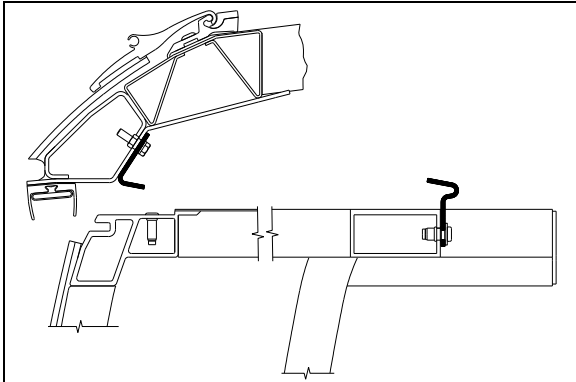

FIGURE 37: VUE DE COUPE DE LA RALLONGE COULISSANTE RÉTRACTÉE DE 2"
Ne pas trop rétracter la rallonge coulissante. Rétracter juste au-delà du joint racler. (Figure 37)
devienne accessible depuis l'extérieur (Figure 37).
5. Après avoir terminé, suivre la procédure de contournement manuel pour sortir la rallonge coulissante afin de réinstaller l'extrusion extérieure. Appliquer un scellant adéquat sur les vis de l'extrusion extérieure et entre l'extrusion, le toit et les bords pour prévenir l'infiltration d'eau (Figure 37).